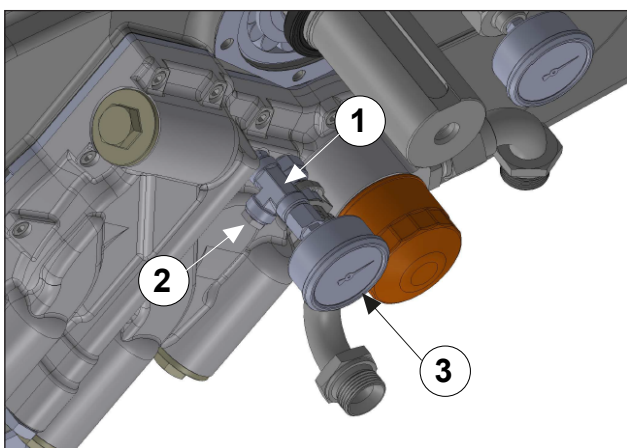

Fig. 134
Montare il sensore temperatura olio (pos. ①, Fig. 134).